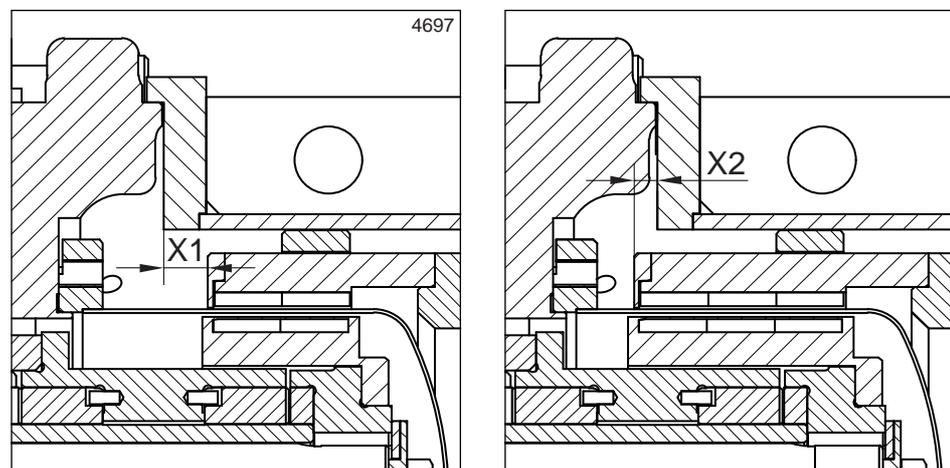

Abbildung 8: Einstellungen für X1 oder X2.
- 10 Messen Sie abschließend die Distanz X1 oder X2 (siehe Abbildung 8) zwischen dem Ende des Außenrotors und der Einpasskante des Sperrings und vergleichen Sie diese mit den entsprechenden Werten in der folgenden Tabelle.